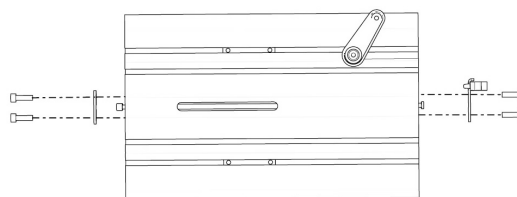

Bild 104. Justerstångens fästen sitter monterade med två skruvar vardera.
3. Montera justerstångens fästen, de sitter monterade med två skruvar vardera. Se bild. 104.